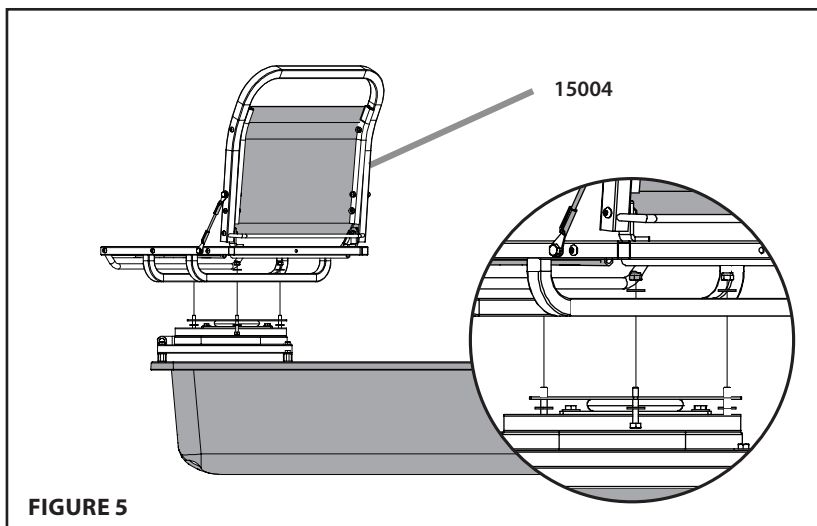

FIGURE 5
5. [FIGURE 5]
Attacher le siège Versa (15004) à la monture pivotante Versa (15016) avec quatre (4) vis de 1/4 - 20 x 1-1/2 (48240), quatre (4) écrous Nyloc (67538) et huit (8) rondelles de 1/4 po (48261). **REMARQUE :** Enfiler les vis avec le filetage vers le haut à travers la plaque pivotante et le siège, comme sur la Figure 5.